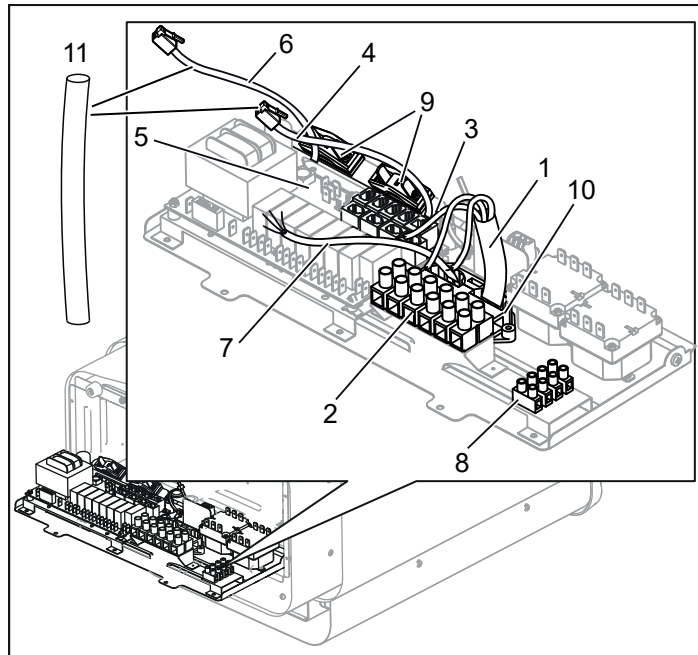
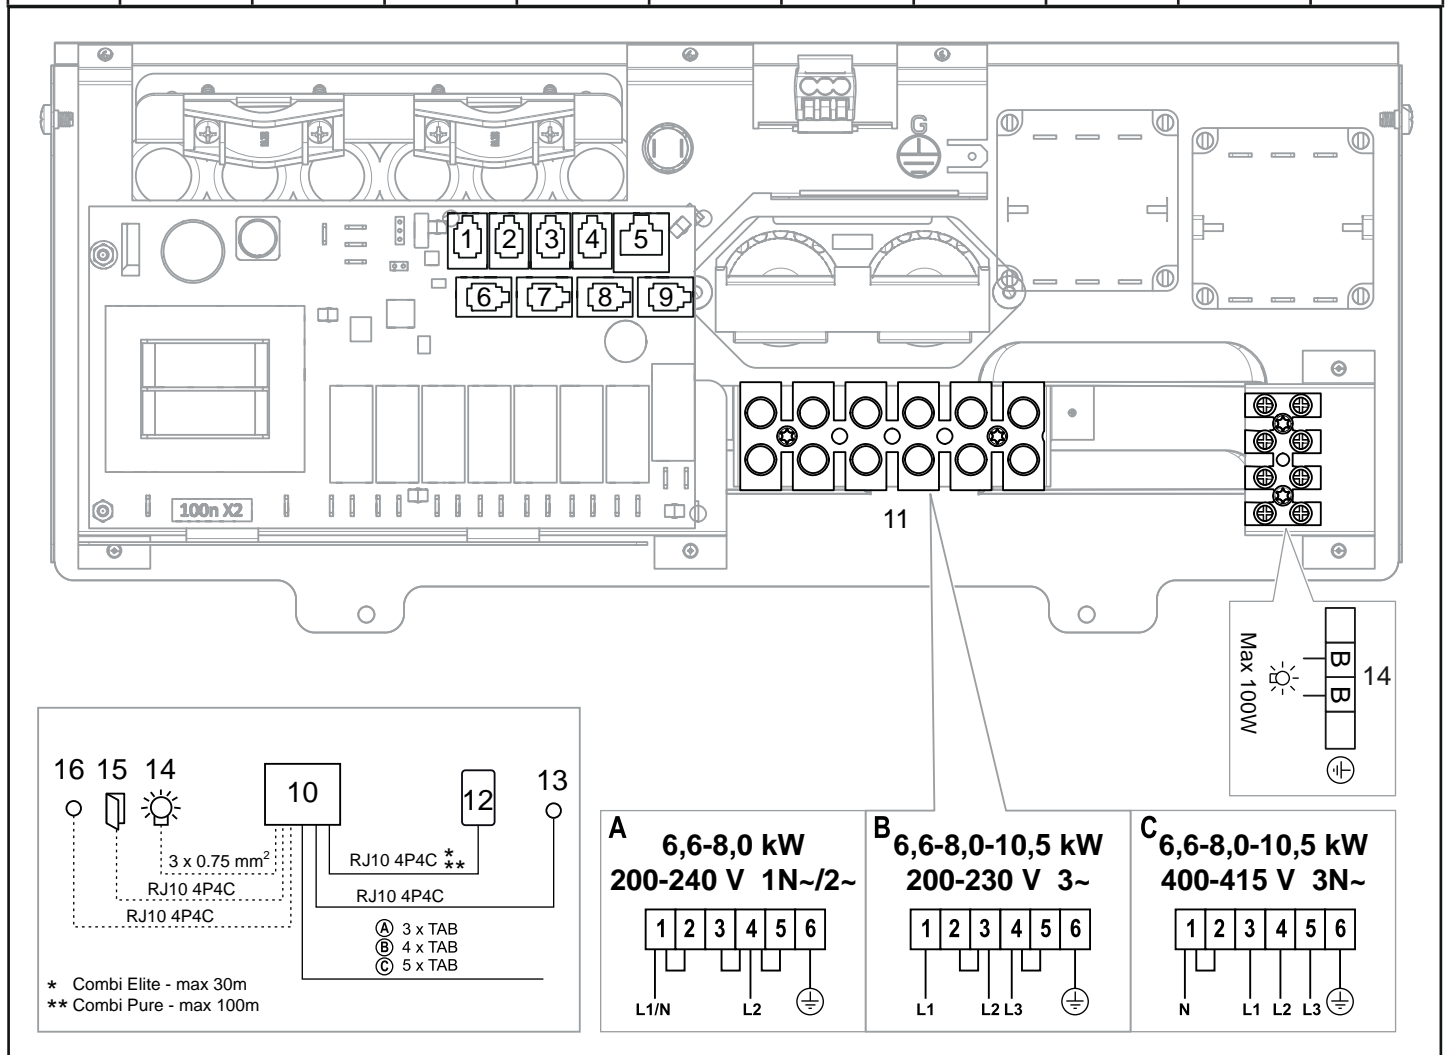

Abbildung 10: Leiterplatte
Abbildung 17: Schaltplan
4. Verbinden Sie das Elektrokabel (1) mit der Klemme (2) (siehe Abbildung 10), wie im Schaltplan gezeigt (siehe Anschlussdiagramm/Schaltplan auf Seite 23).
5. Führen Sie die Kabel für das Bedienpanel und den Temperaturfühler durch die Kabeltüllen (3). Verbinden Sie das Kabel des Bedienpanels (4) mit einem der vier RS485-Kontakte (Positionen 6-9) (siehe Abbildung 10), wie im Schaltplan gezeigt (siehe Anschlussdiagramm/Schaltplan).
6. **Combi Pure:** Verbinden Sie das Sensorkabel (6) mit dem NTC-Kontakt auf der Leiterplatte (Position 1) (5), wie im Schaltplan gezeigt (siehe Anschlussdiagramm/Schaltplan auf Seite 23).
7. Verbinden Sie das Lichtkabel (sofern relevant) (7), (siehe Abbildung 10) mit der Klemme (8), wie im Schaltplan in Abbildung 17 gezeigt.
Wenden Sie sich an den Tylö Kundendienst, bevor Sie Spannungen oder Phasennummern anschließen, die nicht im Schaltplan in Abbildung 17 abgebildet sind.